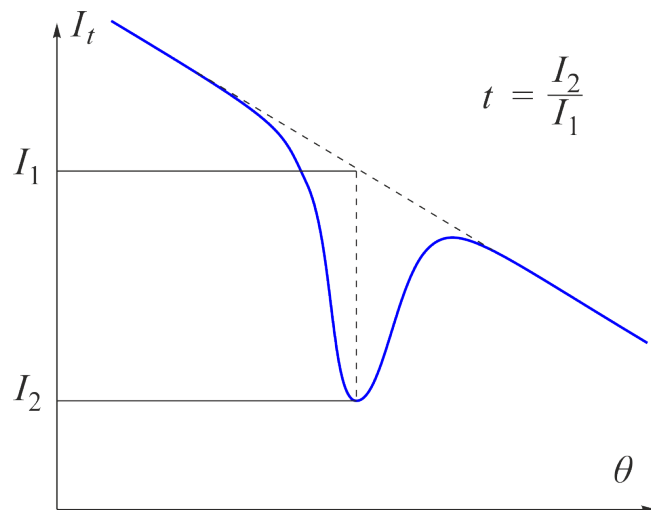

Рис. 15. Определение коэффициента пропускания  $t$  с помощью графика зависимости  $I(\theta)$
- C.8** Определите значения коэффициентов пропускания  $t$  для четырех минимумов пропускания образца  $Y$  (рис. 15). 0.6pt